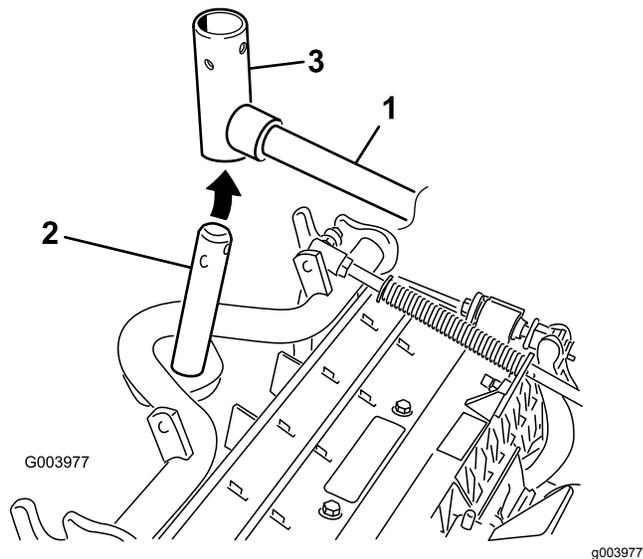

Figure 11
8. Pour les plateaux de coupe avant, poussez un plateau de coupe sous le bras de levage tout en insérant l'arbre du bâti porteur dans la chape de pivot du bras de levage (Figure 11).
- B. Insérez la chape du bras de levage sur l'arbre du bâti porteur (Figure 11).